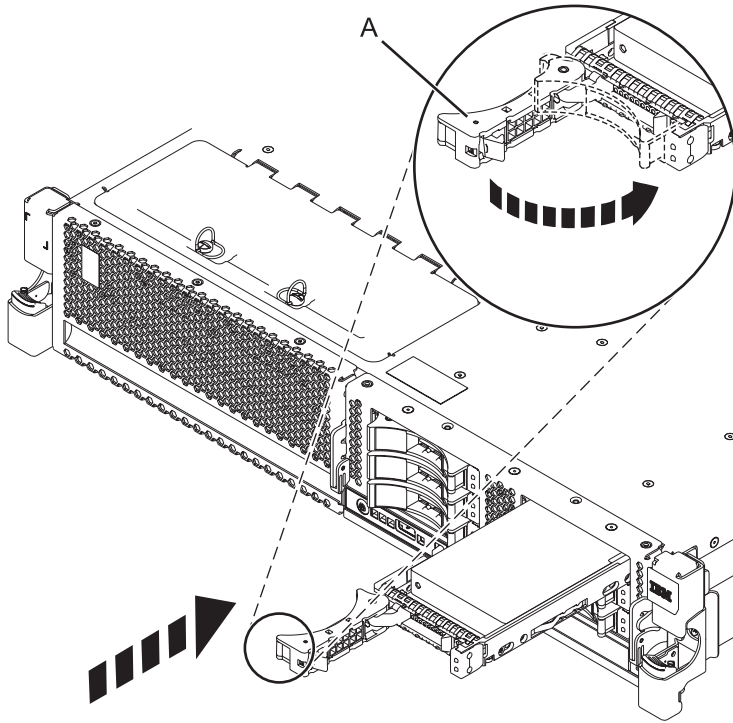

Figure 1. Installation de l'unité de disque dans l'unité centrale
6. Lorsque le voyant d'identification s'allume et reste fixe, faites glisser complètement l'unité dans l'unité centrale ou l'unité d'extension, et poussez complètement la poignée (**A**) de l'unité jusqu'à ce qu'elle se verrouille. Pour plus d'informations, voir figure 1, à la page 8.